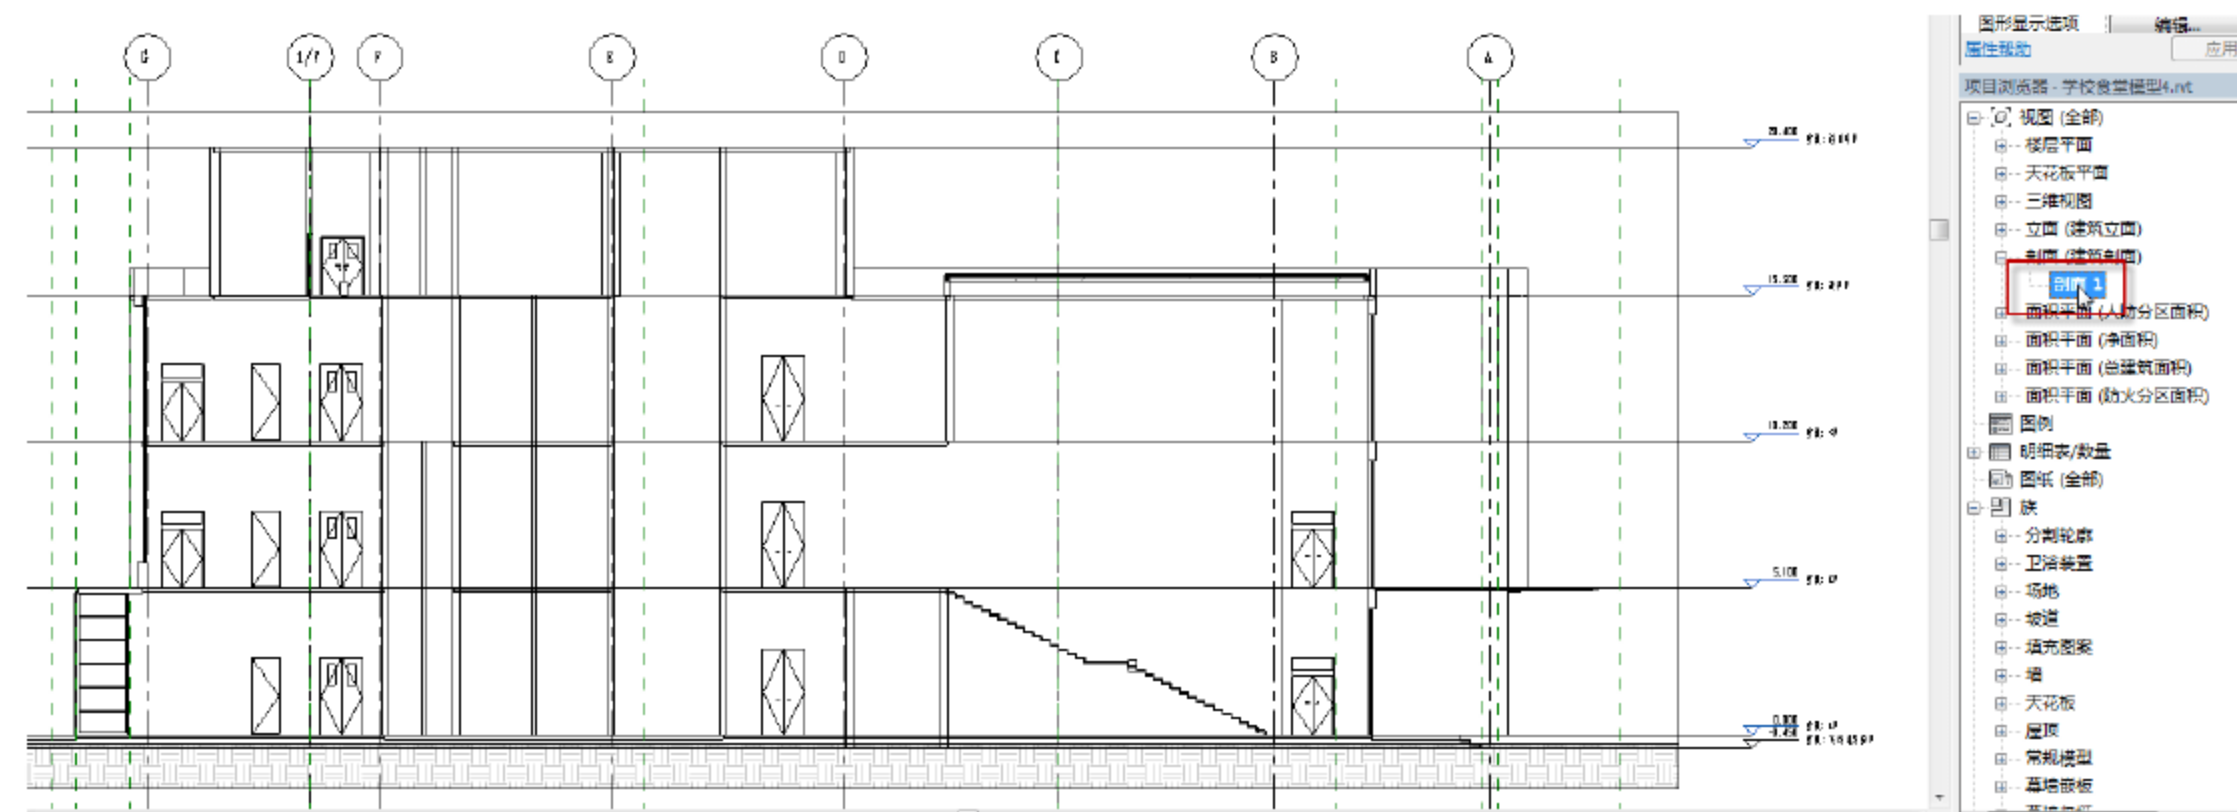

图 13.1.23 进入剖面视图
(2) 进入剖面视图。在“项目浏览器”面板中，选择“剖面（建筑剖面）”→“剖面 1”选项，进入剖面视图，如图 13.1.23 所示。